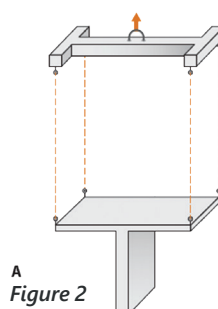

Figure 2
- ⊗ L'anneau de suspension est centré : à l'équilibre, le palonnier et la charge sont en position horizontale (voir Figure 2).